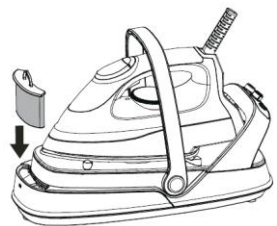

Abb. 9
4. Setzen sie den antikalkfilter **3** in das loch des wassertanks (Abb.9).